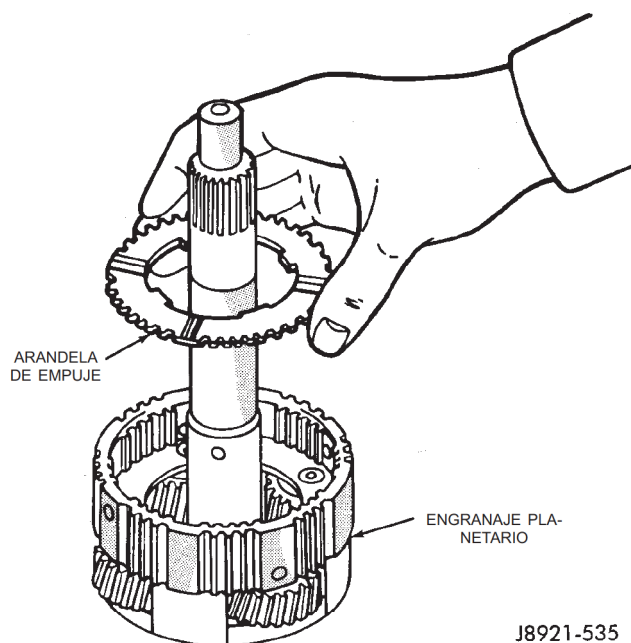

Fig. 209 Instalación de la arandela de empuje del planetario
(1) Instale la arandela de empuje en el engranaje planetario (Fig. 209). **El lado acanalado de la arandela debe mirar hacia arriba y hacia adelante.**